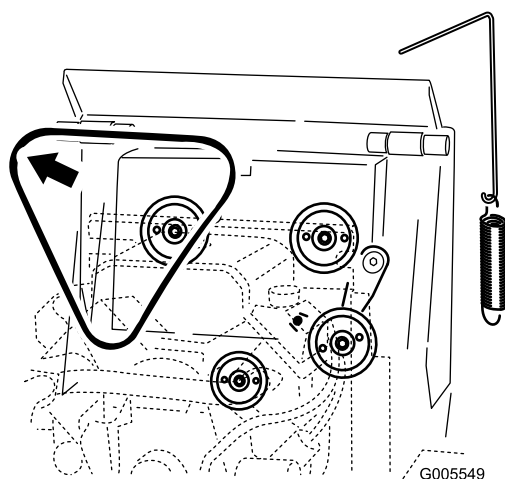

Рисунок 49
5. Снимите ремень привода с трех шкивов (Рисунок 49).